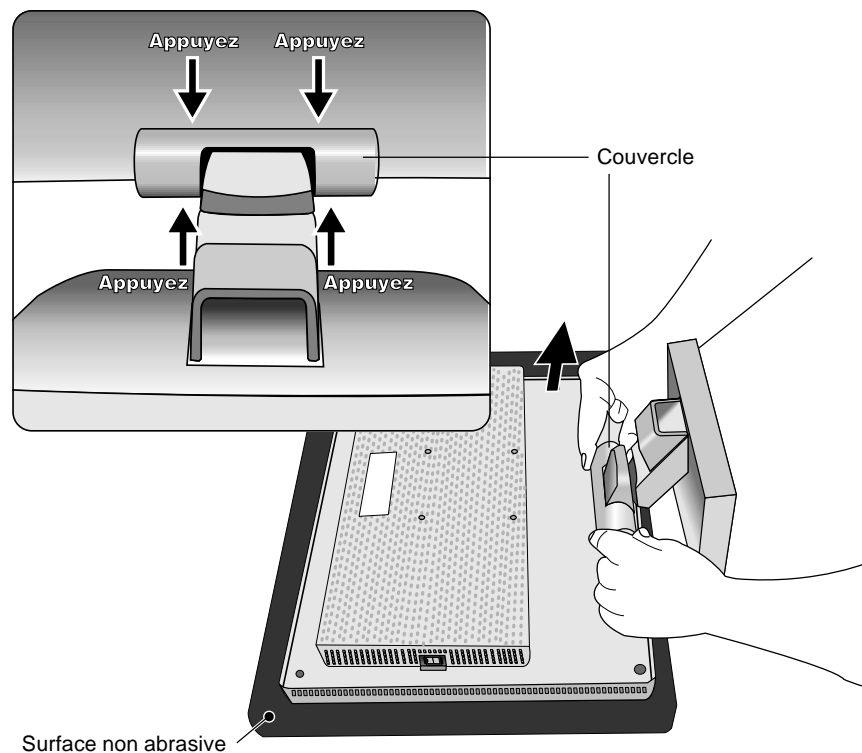

Figure R.1
2. Placez le moniteur face vers le bas sur une surface non abrasive (**Figure R.1**).
3. Retirez le couvercle à charnières (**Figure R.1**).